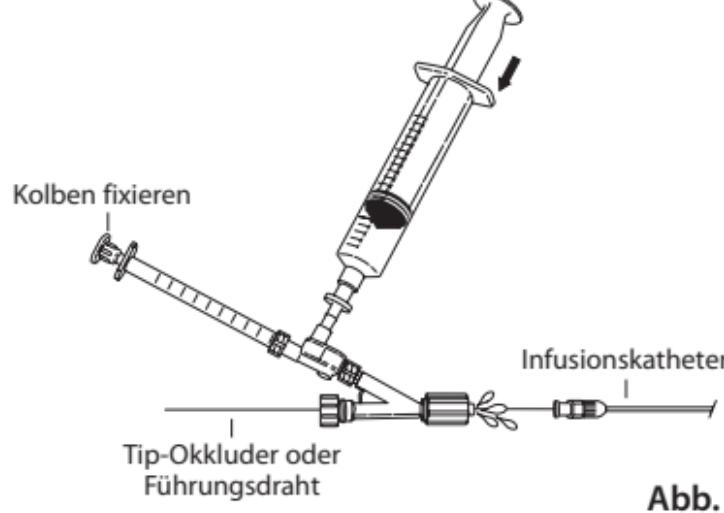

Abb. 5
7. Um das Doppelrückschlagventil und den Tuohy-Borst-Adapter am Infusionskatheter zu befestigen, das Tuohy-Borst-Ventil lösen und die Einheit über den Tip-Okkluder schieben. Den Kolben der 1-mL-Spritze in Position halten und die 20-mL-Spritze herunterdrücken, damit die Einheit vollständig entlüftet wird, und erst dann die Einheit am Katheter befestigen. Einen Meniskus der Lösung am Luer-Anschluss des Tuohy-Borst-Adapters lassen und dann den Infusionskatheter anschließen. (**Abb. 5**)